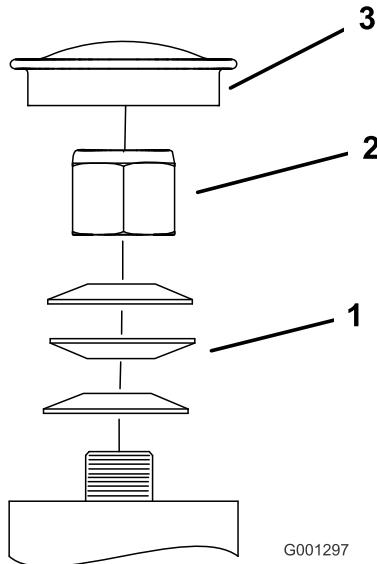

Figura 47
3. Retire el tapón guardapolvo de la rueda giratoria y apriete la contratuerca (Figura 47).
4. Apriete la contratuerca hasta que las arandelas de muelle estén planas, luego afloje la contratuerca $\frac{1}{4}$ de vuelta para establecer la precarga correcta de los cojinetes (Figura 47).
5. Coloque el tapón guardapolvo (Figura 47).